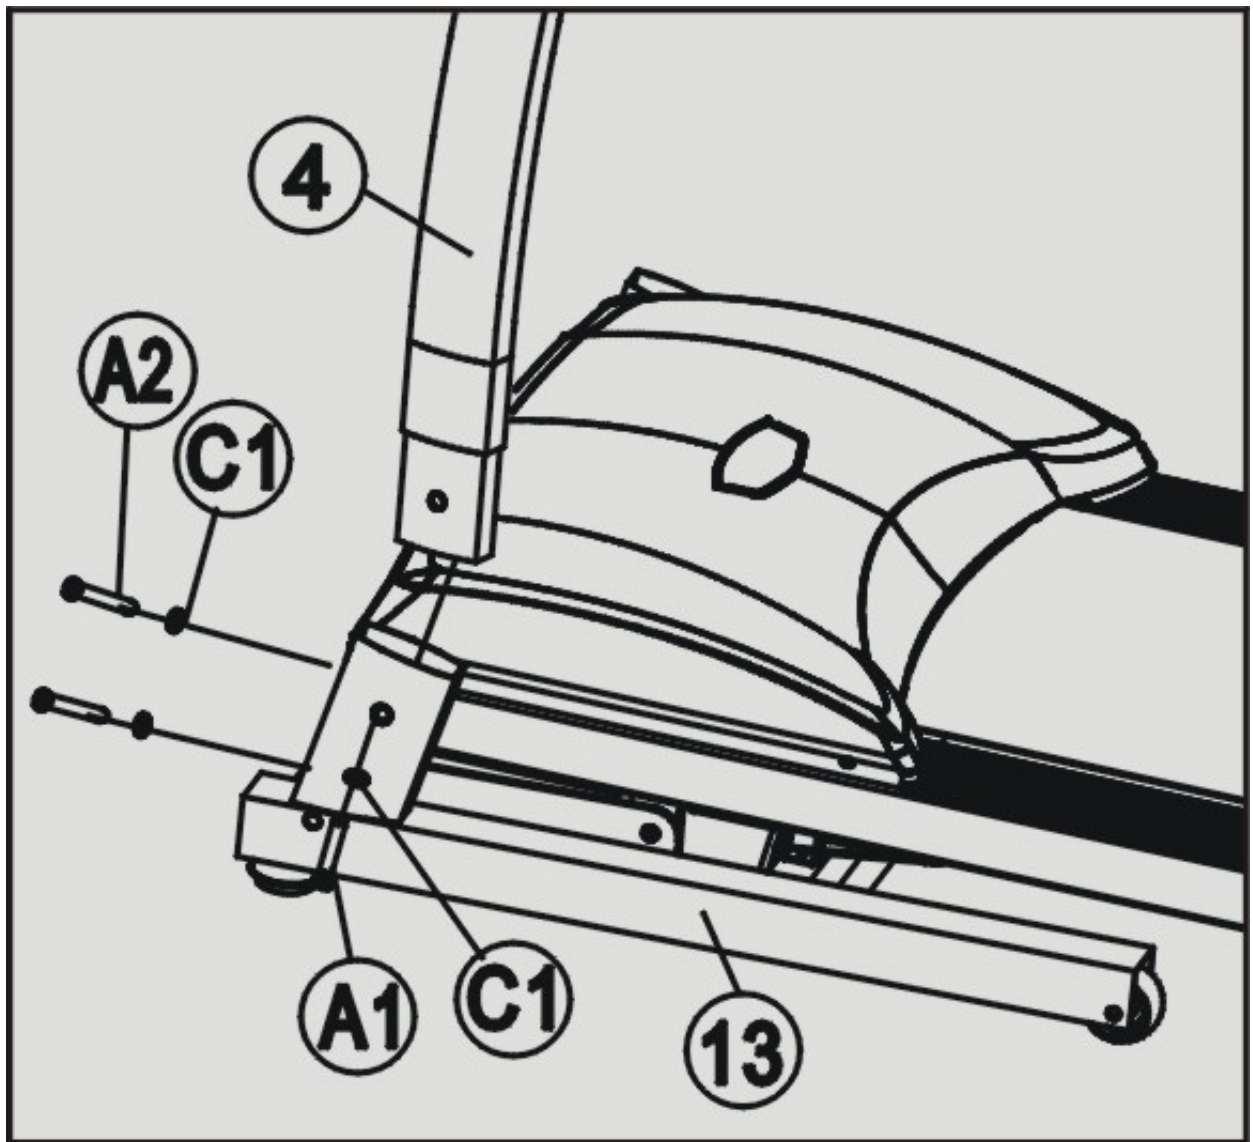

Figure 1
Die linke senkrechte Stange (4) in den Basisrahmen (13) stecken und vorn mit zwei Bolzen M8X20 (A2) und zwei Unterlegscheiben $\varnothing 8$ (C1) und seitlich mit einem Bolzen M8 x 45 (A1) und einer Unterlegscheibe $\varnothing 8$ (C1) befestigen. Die Bolzen nicht fest anziehen (siehe Abbildung 1)